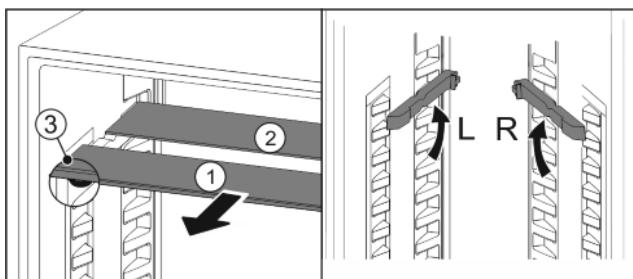

Fig. 16
- По одной извлеките Fig. 16 (1) стеклянные панели движением вперед.
- ▷ Стеклянная панель Fig. 16 (1) со стопорами лежит спереди.
- ▷ Стопоры показывают вниз Fig. 16 (3).